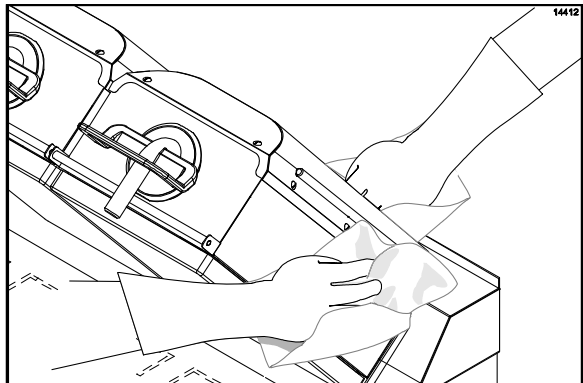

Figura 102
31. Enxágue as superfícies da frente, laterais e posteriores dos platen com pano limpo e umedecido em sanitizante, do platen direito ao esquerdo. (Veja a Figura 102.)